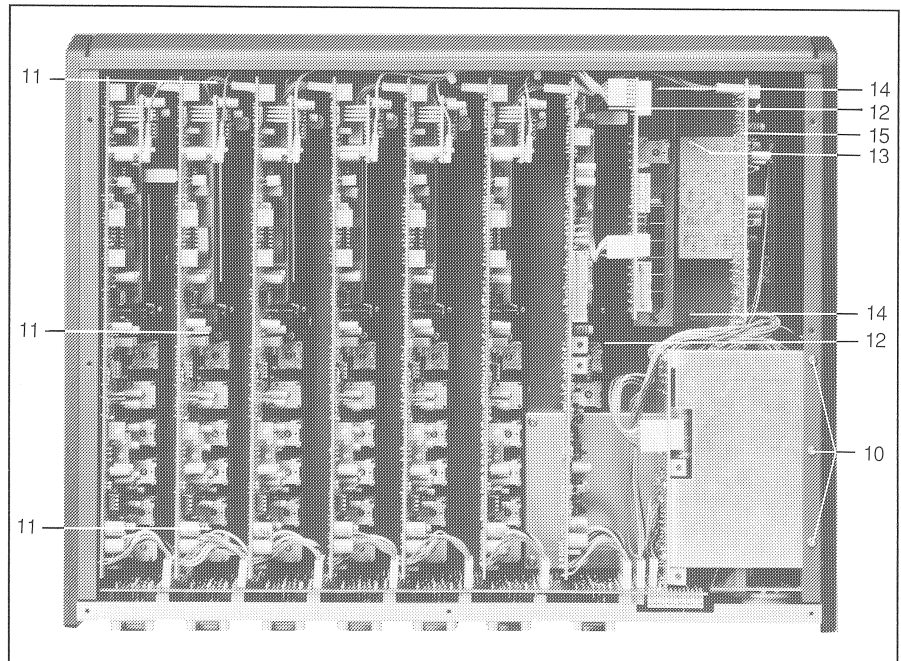
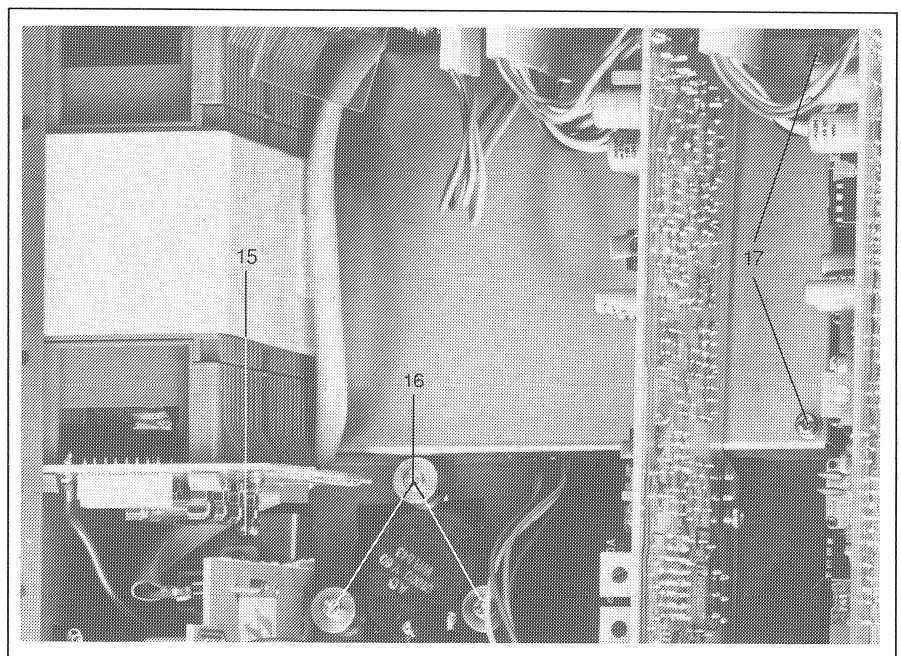

Fig. 5
Fig. 6
- 3 Schrauben Fig. 5 [10] lösen.
- 3 Schrauben Fig. 5 [11] lösen.
- 2 Schrauben Fig. 5 [12] lösen.
- 1 Schraube Fig. 5 [13] lösen.
- 2 Schrauben Fig. 5 [14] lösen.
- 2 Schrauben Fig. 5 [15], Fig. 6 [15] lösen.
- Am Lautsprecher die 3 Schrauben Fig. 6 [16] lösen und die Klemmhülsen von den Mutterbolzen entfernen.
- 2 Schrauben Fig. 6 [17] lösen. Abschirmblech und Anzeige-Einheit können entfernt werden.